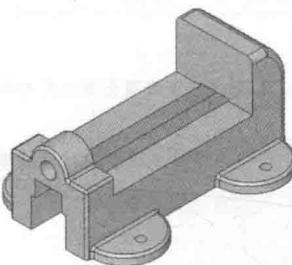

图1-3 “Machine\_Vise”装配体
- 步骤 1 打开装配体 打开“Lesson01\Case Study”文件夹下的装配体“Machine\_Vise”，该文件包含了 Base1 和 Base2 两个部件，这两个部件组成了“Machine\_Vise”的基座，如图 1-3 所示。